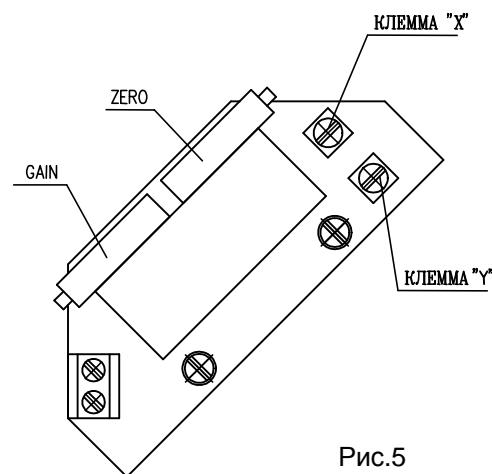

Рис.5
##### 4.4.1 EPV - 2-проводниковое включение (рис.5,5а)
- Установите омический датчик на основании инструкций в предыдущей главе так, что омическую величину измеряйте на клеммах **X-Y** или **R-R** (рис.5,5а) (употреблен датчик с омической величиной 100Ω).
- Поворачиванием устанавливающего триммера **GAIN** или **B** (рис.5) установите величину выходного сигнала тока, измеряемого на клеммах 81-82, на величину **20 mA**.
Рис. 5а